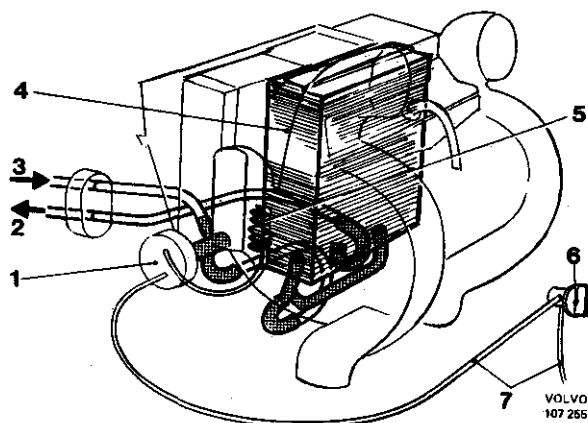

Abb. 8-7 Heizanlage
Die Heizanlage in der Kombinationseinheit besteht aus einem Zellenblock und einem Wärmereguliertventil. Der Zellenblock (4, Abb. 8-7) befindet sich in der Zentraleinheit, während das Wärmereguliertventil (1) auf der Unterseite angebracht ist. Das Wärmereguliertventil ist unterdruckgesteuert, und wird über den Drehschalter „TEMP“ (6) auf der Mittelkonsole betätigt. Im übrigen hat dieses Ventil die gleiche Funktion wie bei früheren Modellen.